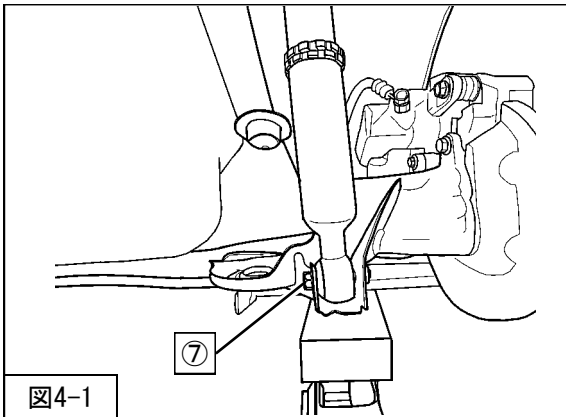

図4-1
⑦リアショックアブソーバASSYロア取付ボルトを仮締めしてください。（図4-1）
- 4. アクスルにかけたジャッキをおろし、仮締めした⑦リアショックアブソーバASSYロア取付ボルトを取付けてください。（図4-1）
⑧ライドハイトアジャスターASSY（同梱品）
⑨リアスプリング（同梱品）※
⑥スプリングロアシート（純正部品）
⑦リアショックアブソーバASSYロア取付ボルト